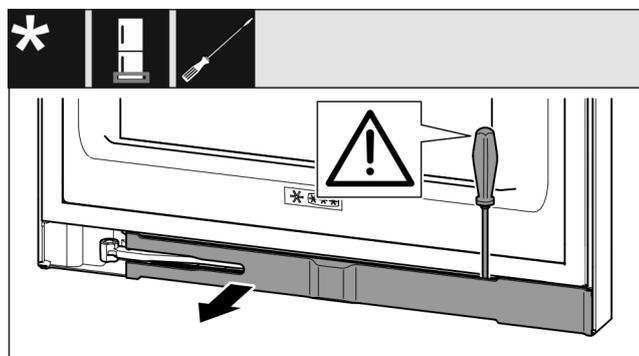

Fig. 11
- ▶ Desencaje el panel con el destornillador para tornillos de cabeza ranurada y gírelo lateralmente Fig. 11 ().